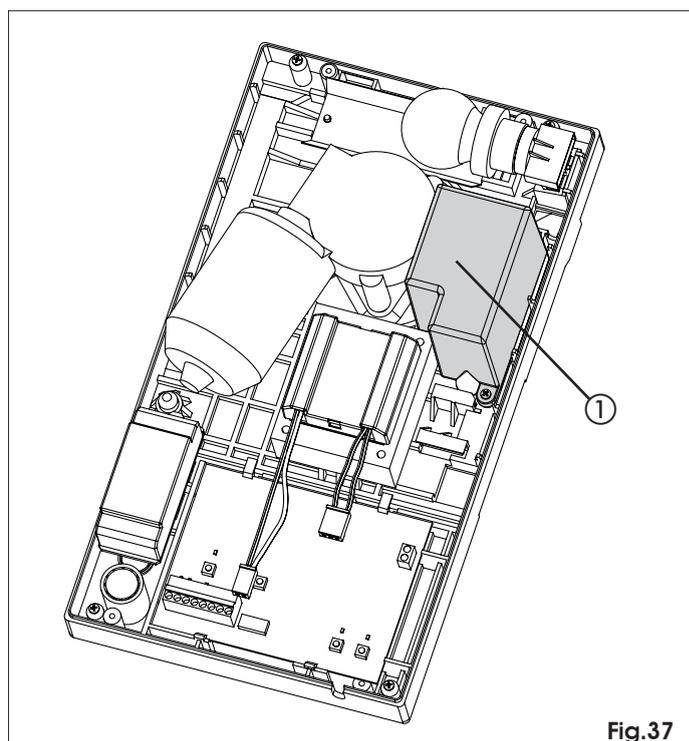

Fig.37
Le kit des batteries tampon permet d'actionner l'automatisme même en cas de coupure de courant. Elles sont logées à l'intérieur de l'opérateur (Fig. 37 ref. ①) par l'intermédiaire d'une vis fournie.